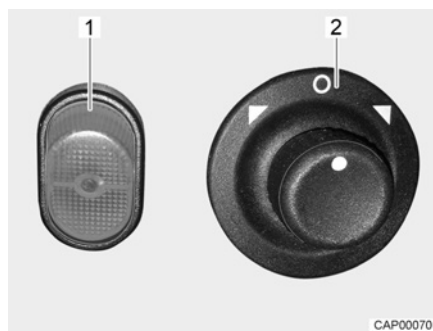

Fig. 14 Interruttore (specchietti esterni a regolazione elettrica)
- Selezionare lo specchietto da impostare. A tal fine premere l'interruttore girevole (Fig. 14,2) verso sinistra oppure verso destra.
- Regolare lo specchietto. A tale scopo, premere l'interruttore (Fig. 14,2) nella direzione desiderata.
- Premere l'interruttore (Fig. 14,1). La spia di controllo dell'interruttore si illumina di arancione e indica che il riscaldamento degli specchietti è in funzione.